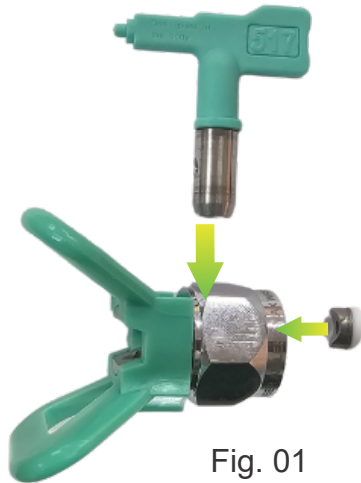

Fig. 01
1. Primeiramente, será necessário encaixar o bico e a vedação no porta bico (Fig. 01).